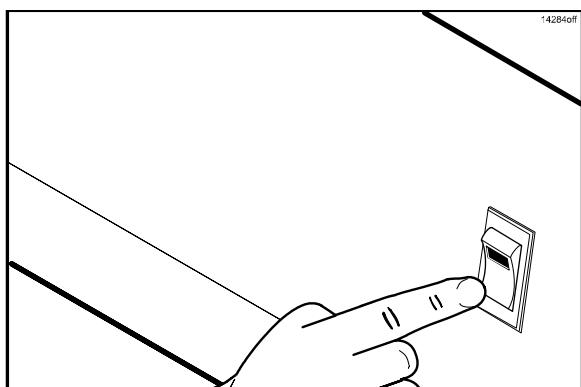

Figure 78
55. Mettre le commutateur de verrouillage du ventilateur à l'arrêt (Cf. Figure 78).